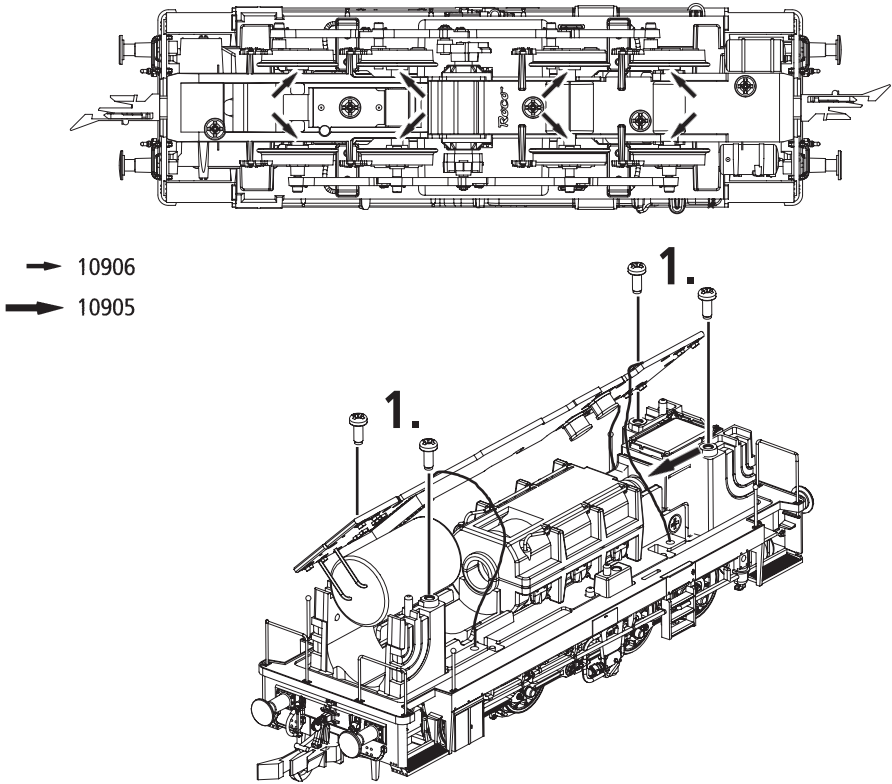

Fig. 7
3. Haftreifenwechsel: Zuerst das Gehäuse abnehmen (Fig. 3). Dann die Kurbelzapfen herausziehen (Fig. 7). Danach die **Haftreifen** mit einer Nadel od. mit einem feinen Schraubendreher abziehen (Fig. 7). Beim Aufziehen der neuen Haftreifen darauf achten, dass diese sich nicht verdrehen.
3. Change of traction tyre: Remove the body (fig. 3). Then pull out crank shaft pin (fig. 7). Take out **wheel set** and remove **traction tyre** using a pin or a fine screwdriver (fig. 7). When pressing on the new traction tyre please **avoid twisting it**.
3. Échange des bandages d'adhérence: Démontez la caisse (voir fig. 3). Retirez le pivot de manivelle (fig. 7). Délogez ensuite les essieux bandagés et enlevez, à l'aide d'une aiguille ou d'un tourne-vis fin, les bandages d'adhérence (fig. 7). Lors du montage des nouveaux bandages veuillez veiller à ce que les bandages **ne soient pas tor-dus**.